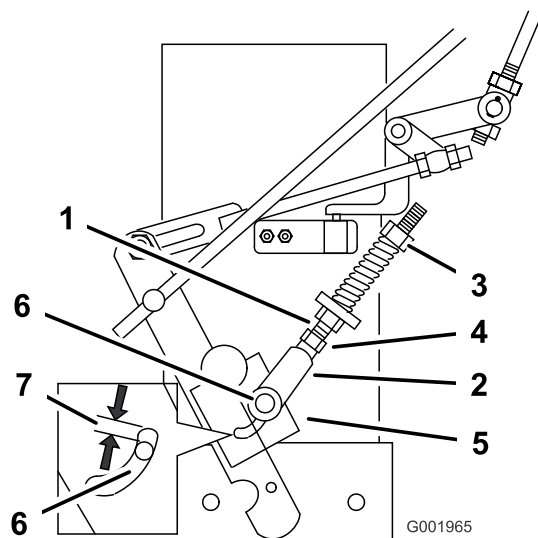

Figure 46
3. Desserrez l'écrou contre la chape (Figure 46).
4. Réglez la longueur de l'ensemble chape et goujon de point mort de sorte que l'axe de chape ne touche pas l'arrière de la fente du support du bras de commande (Figure 46).
5. Serrez l'écrou contre la chape (Figure 46).